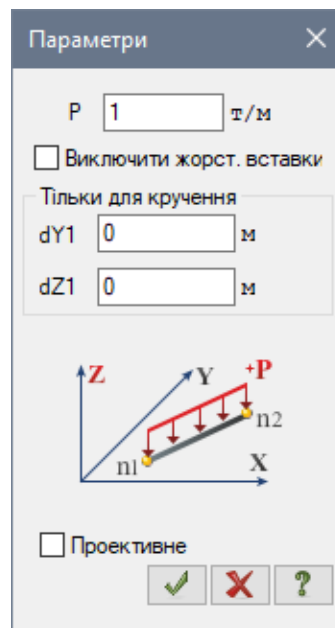

Рис. 18.12. Діалогове вікно **Параметри**
- У цьому вікні задайте інтенсивність навантаження  $p = 1$  т/м (рис. 18.12).